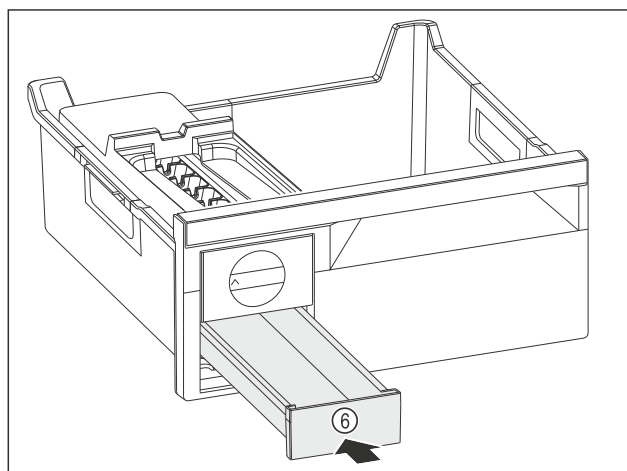

Fig. 135
- Вдвиньте выдвижной ящик для кубиков льда Fig. 135 (6).